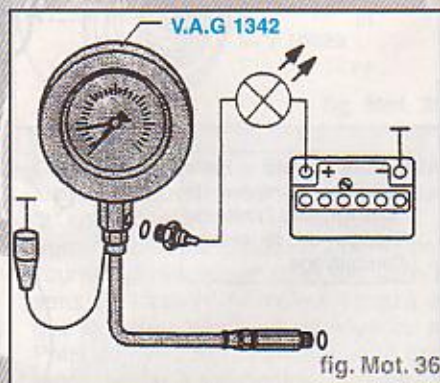

fig. Mot. 36
- Déposer le contacteur de pression d'huile et le visser dans l'appareil de contrôle (fig. Mot. 36).